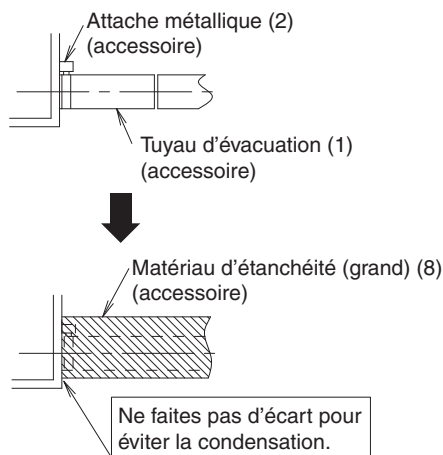
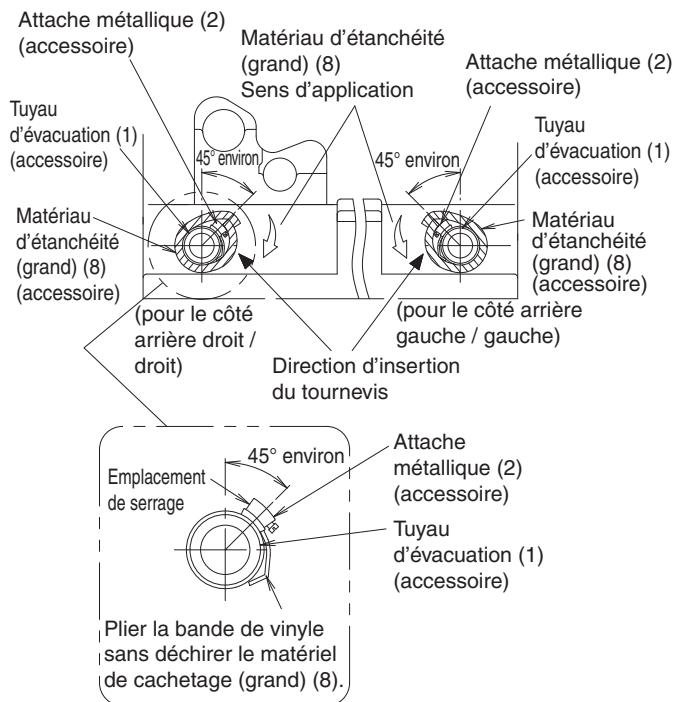

Fig. 25
Fig. 26
- Assurez-vous d'utiliser le tuyau d'évacuation fourni (1) et l'attache métallique (2). Insérez également le tuyau d'évacuation (1) dans la base du support d'évacuation, puis serrez fermement l'attache métallique (2) au niveau du support d'évacuation. **(Reportez-vous aux Fig. 25 et 26)** (Installez l'attache métallique (2) de manière à ce que la pièce de serrage se trouve dans la plage d'environ 45° comme indiqué dans la Fig. 26.) (Ne resserrez pas le support d'évacuation et le tuyau d'évacuation. Si c'est le cas, il n'est pas possible d'effectuer la maintenance et l'inspection de l'échangeur thermique et des autres éléments.)
- Pliez l'extrémité de l'attache métallique (2) de manière à ce que le matériau d'étanchéité ne gonfle pas. **(Reportez-vous à la Fig. 26)**
- Lorsque vous effectuez l'isolation, enroulez le matériau d'étanchéité (grand) (8) fourni en commençant par la base de l'attache métallique (2) et du tuyau d'évacuation (1) dans le sens de la flèche. **(Reportez-vous aux Fig. 25 et 26)**